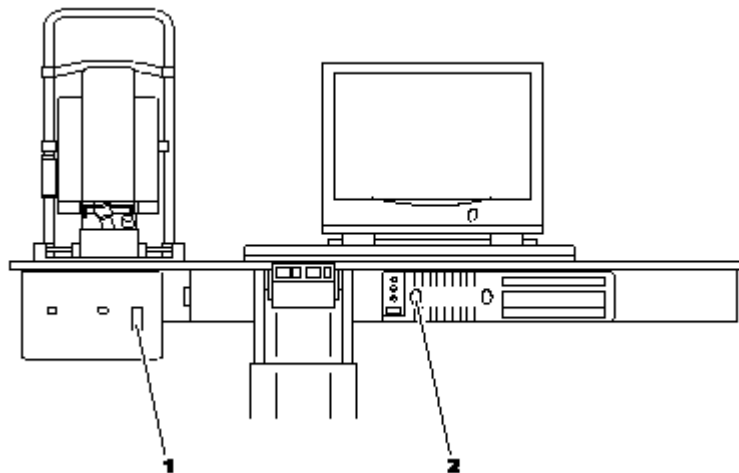

Fig. 22 Conecte o sistema
- Conecte o sistema mediante o interruptor principal de alimentação pela rede (1, Fig. 22) situado de baixo da mesa elevadora do sistema.
- Pulse o botão de alimentação do computador(2, Fig. 22).